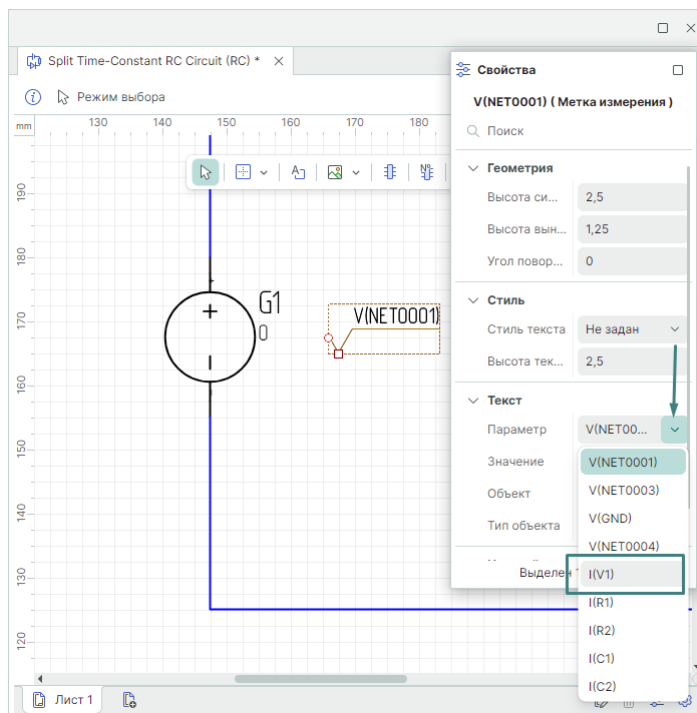

Рис. 195 Выбор метки измерения для замены параметра
- Измените у одной из меток, размещенных без привязки к цепи или компоненту, в панели «Свойства» параметр с заданного по умолчанию на $I(V1)$, чтобы после запуска моделирования увидеть значение тока на батарее G1, см. Рис. 195.